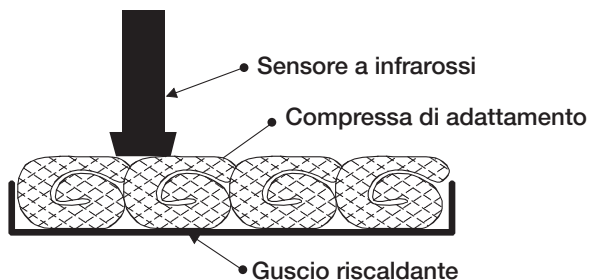

Figura 2: Preriscaldamento di compresse di adattamento nel SAHARA-TSC
- Aprire il coperchio e collocare il numero richiesto di compresse di adattamento (fino a 4) nel guscio di riscaldamento, come illustrato nella Figura 2. Posizionare il sensore a infrarossi completamente sulla compressa sottostante.